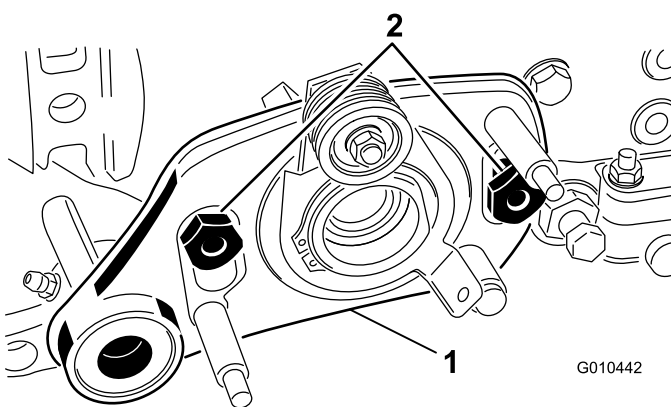

Figure 6
9. Insérez l'entraînement gauche sur les boulons et fixez-le avec 2 écrous à épaulement (Figure 6).